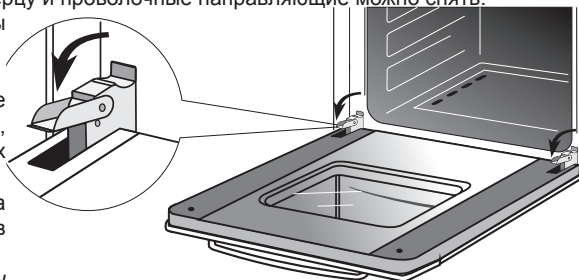

Рис.19
- поднимите и поверните до упора рычаги, расположенные на двух шарнирах (рис. 19),